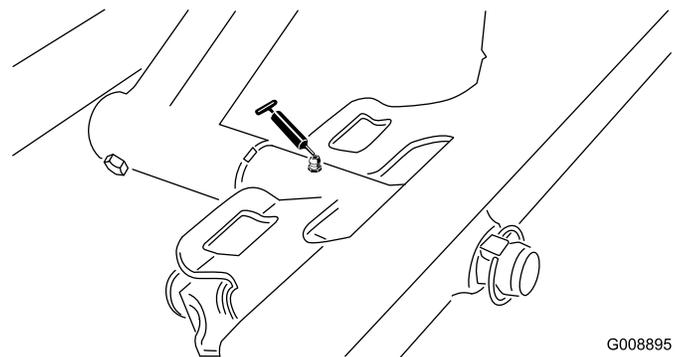

Figure 31
- Pivot de plateau de coupe avant (Figure 31)